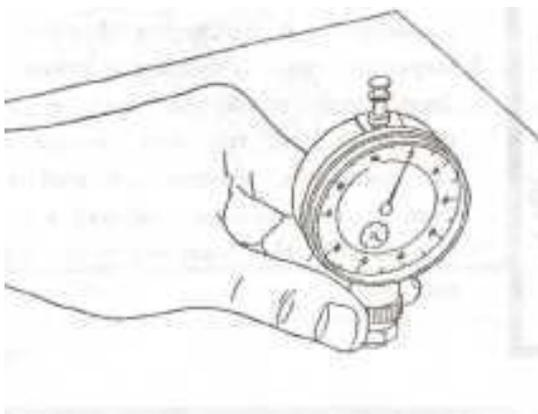

Рис.61.Начальное (нулевое) положение индикатора
4. Закрепите индикатор в мерительном приспособлении (157829-0420) и установите стрелку в положение "0" (рис.61). 5. Держа головку насоса в горизонтальном положении, слегка надавите на плунжер с обратной стороны. Вставьте мерительное приспособление (15782900420) в отверстие в головке насоса и замерьте размер "KF".